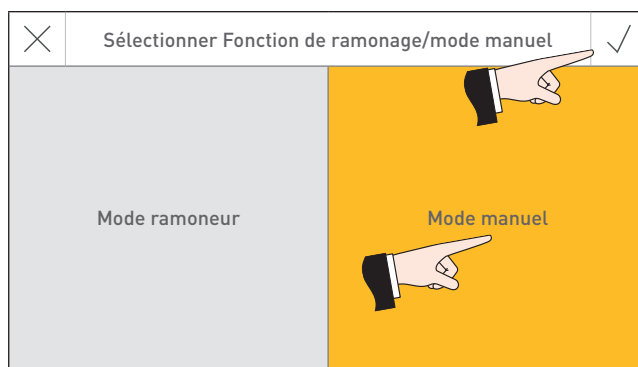

Fig. 34 Sélectionner et confirmer le mode manuel
- Sélectionner et confirmer le mode manuel ✓ – Fig. 34.